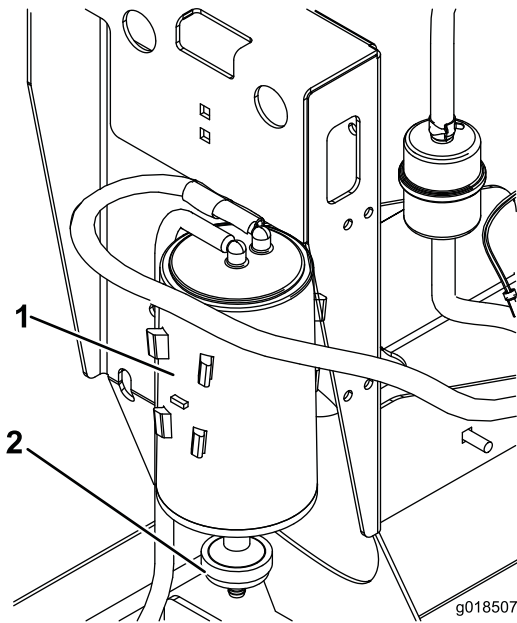

Bild 20
2. Entfernen und werfen Sie den Aktivkohlefilter weg (Bild 20).